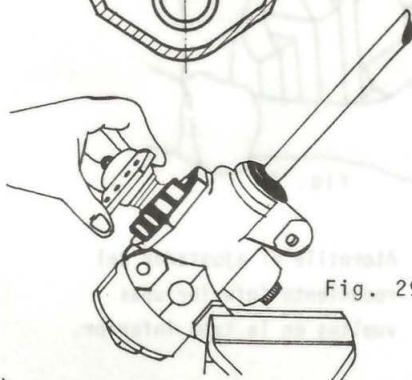

Fig. 29
- k. Coloque la junta nueva en la tapa lateral e introduzca el conjunto del eje sector dentado y la tapa lateral en el lugar de emplazamiento (fig. 29).